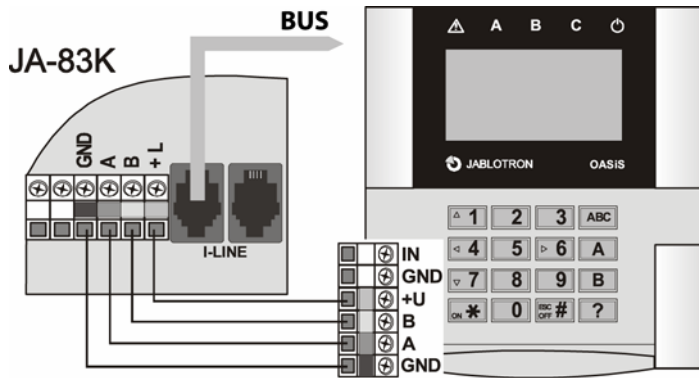

Bild 1 Verdrahtung mit einer Zentrale
- Verwendung von verdrehten Adernpaaren (+U, GND und Daten A, B bilden jeweils ein Paar) – die entsprechend der markierten Anschlüsse in der Zentrale und in dem Bedienteil angeschlossen werden (siehe Bild 1).